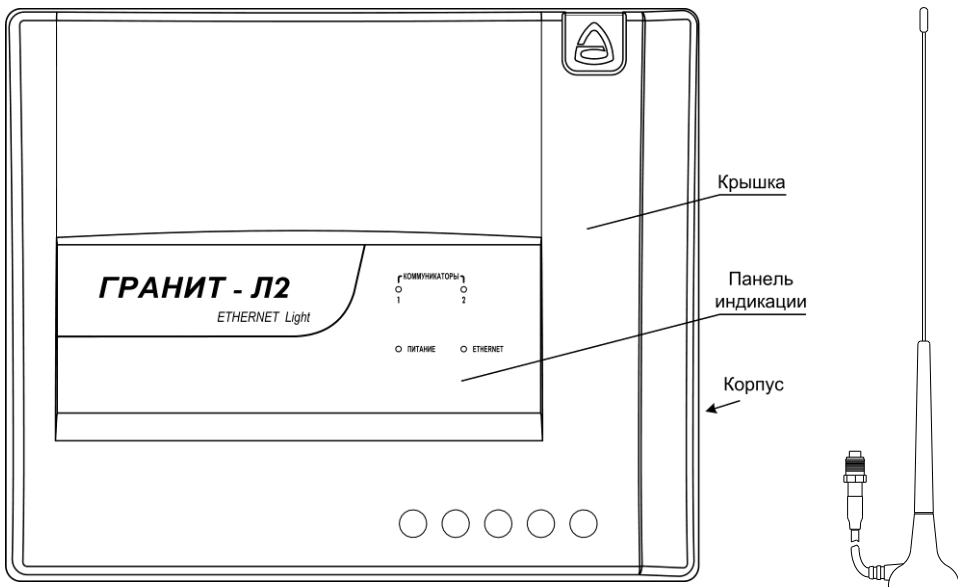

Рис.2 Внешний вид прибора и GSM-антенны
Конструктивно прибор состоит из крышки и корпуса (рис.2 и 3) с размещёнными в нём:
- панель индикации (рис.2 и 7);